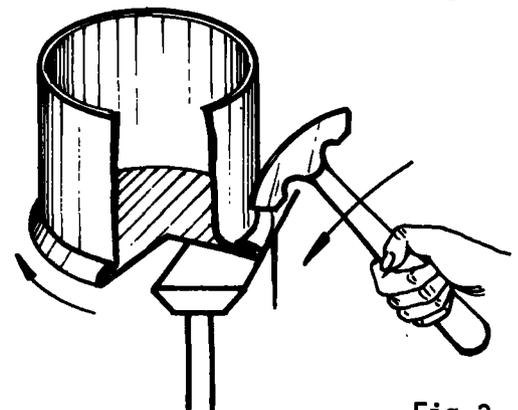

Fig.3
- e Golpee con un martillo de pestañar todo el contorno hasta lograr un ajuste total (fig. 3).